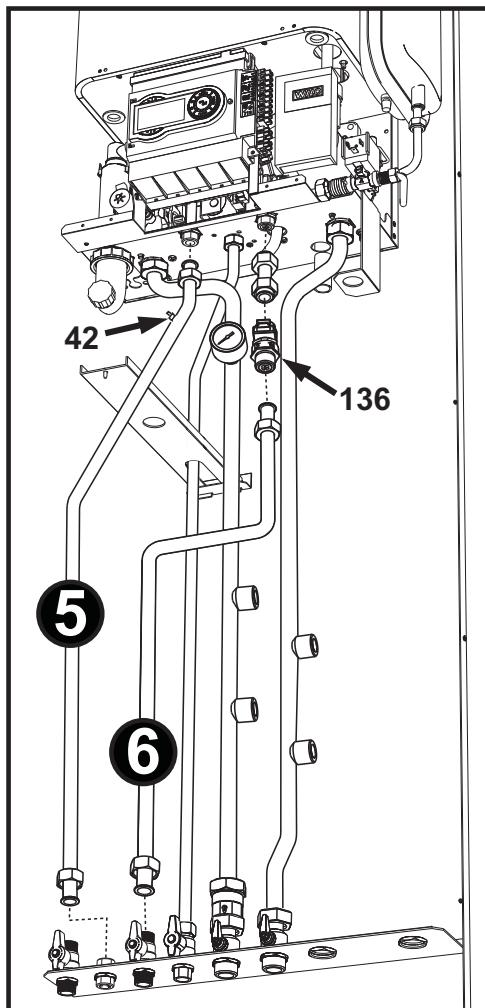

fig. 31
- Fissare la “Tubazione Mandata Sanitario - 5” e la “Tubazione Ritorno Sanitario - 6” indicati nella fig. 31.